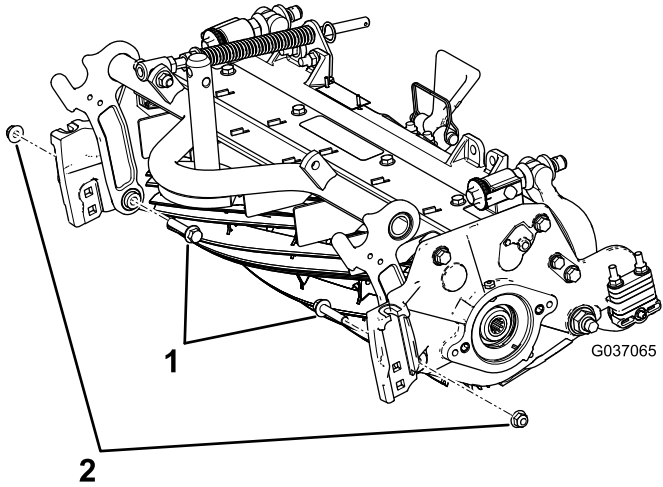

Figura 7
- B. Instale os dois parafusos de cabeça flangeada existentes no interior da unidade de corte e prenda-os com as porcas de bloqueio flangeadas de 3/8 pol. (Figura 7).